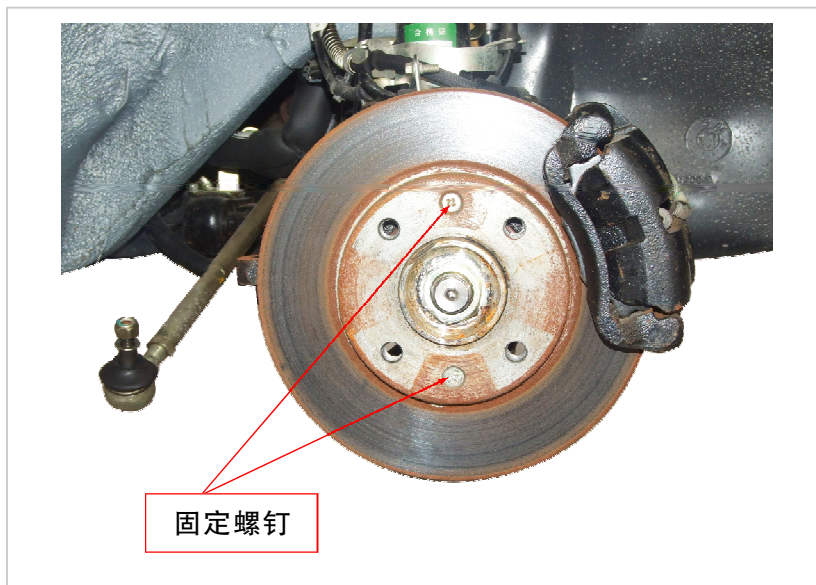

图7-12 拆卸两个紧固螺栓
①如前所述拆卸制动块。
②拧下制动盘的两个紧固螺栓（见图7-12）。
③拆下制动盘。如果制动盘用手拉不下来，则要使制动盘与轮毂配合表面的锈裂散开来，用橡胶或塑料锤敲击制动盘，使其拆下。